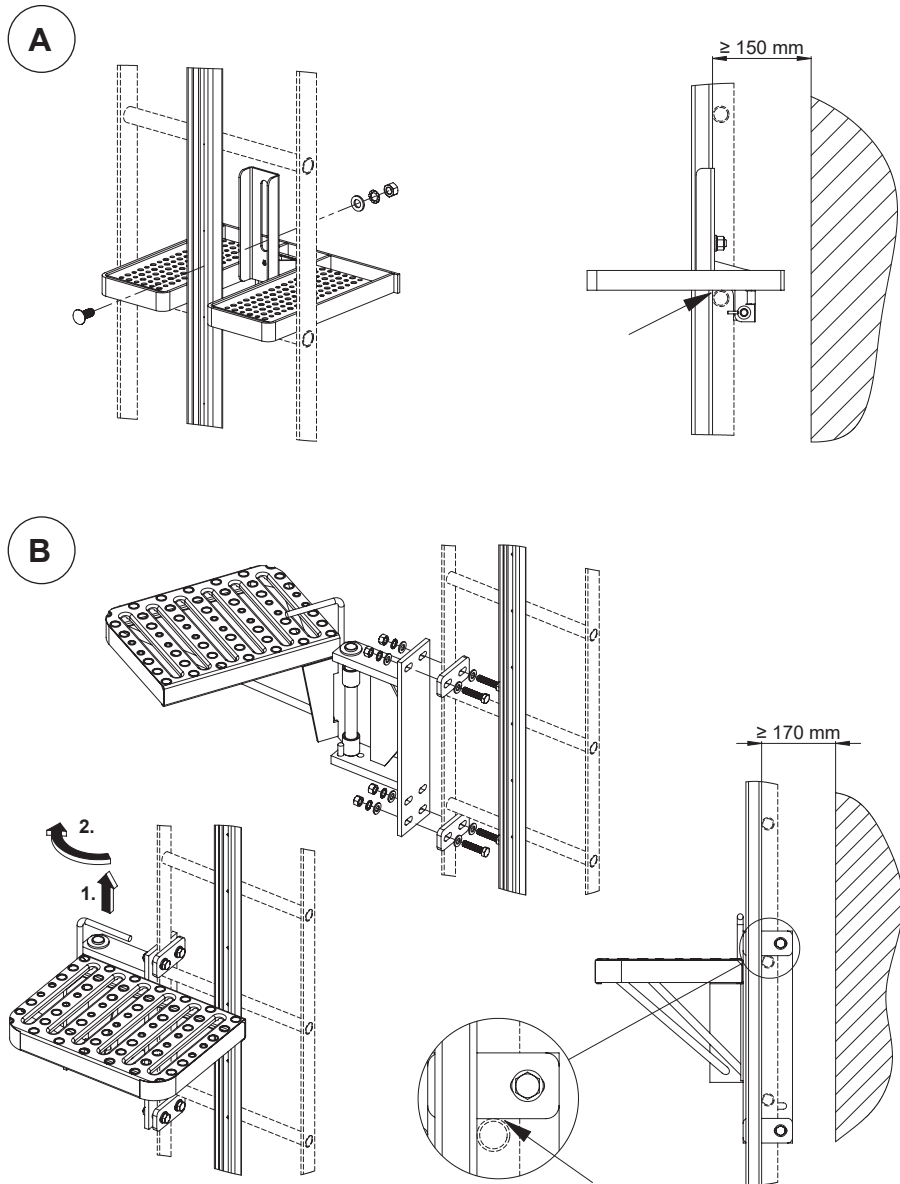

Fig. 2.5 - Vouwvoetsteun (A), scharnierende voetsteun (B)
Fig. 2.5 - Bovenste raileinde met (A) en zonder (B) railversterking; boren en monteren van de versterking (A1); afstandsafmetingen op basis van de sportbreedte (A2)